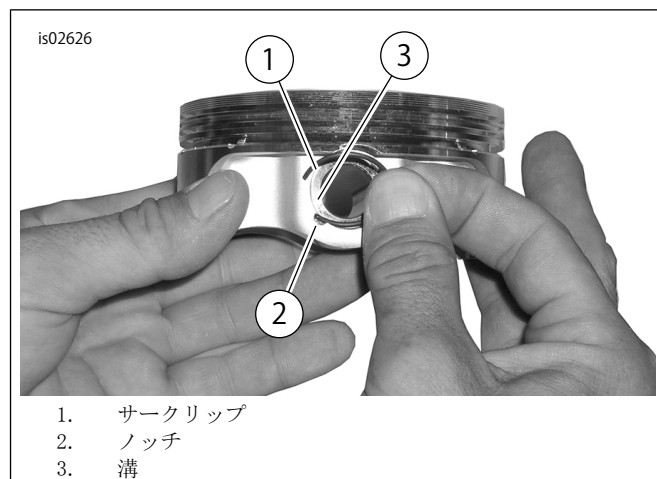

図3. サークリップおよびピストン
- 「図3」を参照してください。サークリップ(1)の開いた方をピストンピン突起周囲の溝(3)のノッチ(2)に挿入し、ギャップが12時または6時の位置にくるようにします。